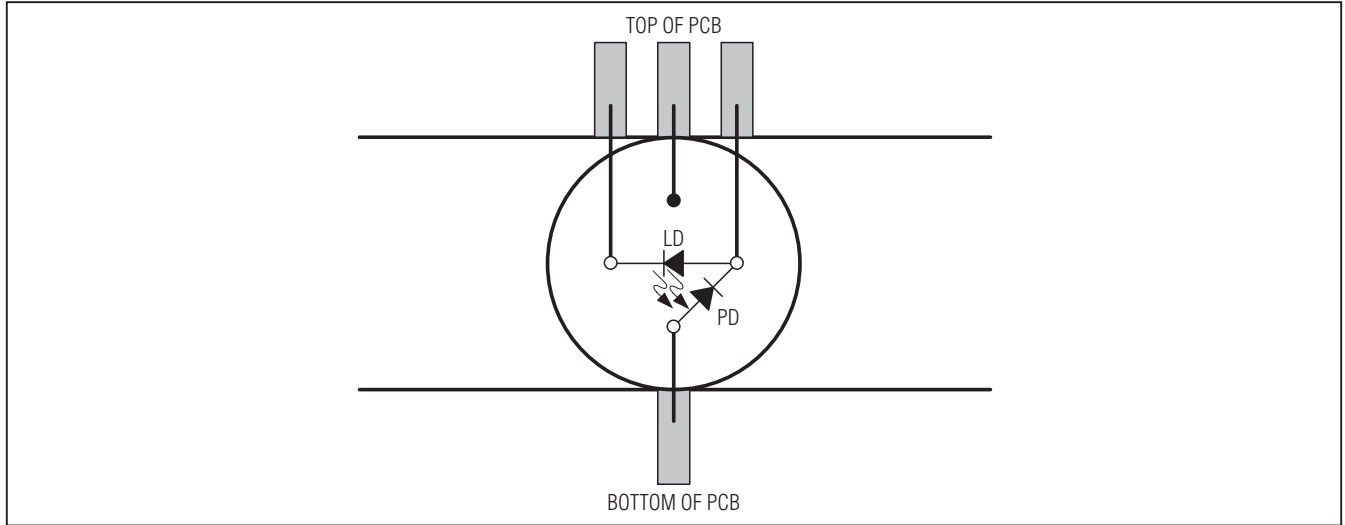

图1. 安装激光器
- 8) 将激光器焊接到D5接点的边沿, 按照图1所示将激光器安装在评估板上。确保激光器的连线尽可能短, 使寄生电感最小。